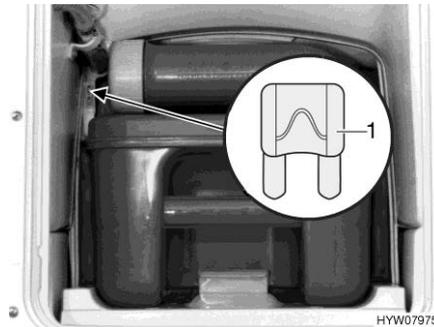

Fig. 148 Fusible des toilettes Thetford
- Changer le fusible (Fig. 148,1).